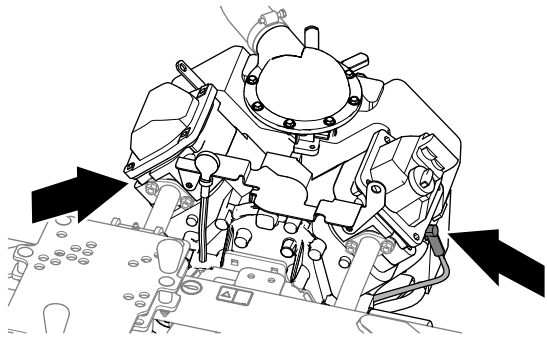

Figure 82
- Débranchez le fil des 2 bougies comme montré à la Figure 82.